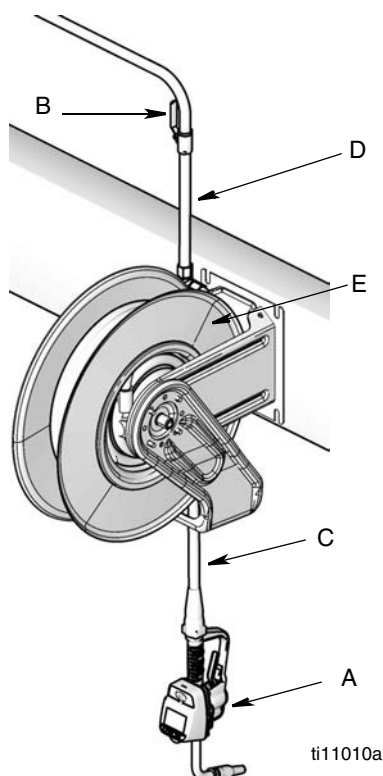

FIG. 13
Installations types (FIG. 13)
L'installation type figurant à la FIG. 13 est donnée à titre indicatif. Il ne s'agit pas d'un schéma de système complet. Contactez votre distributeur Graco qui vous aidera à concevoir un système répondant à vos besoins.
2. Fermez la vanne d'arrêt (B, FIG. 13).
1. Fermez la vanne d'arrêt du fluide (B, FIG. 13, à la page 11) à chaque poste de distribution.
4. Ouvrez lentement la vanne d'arrêt (B) à chaque poste de distribution. Laissez s'écouler une quantité d'huile suffisante pour vous assurer que tout le système est propre, puis refermez la vanne.